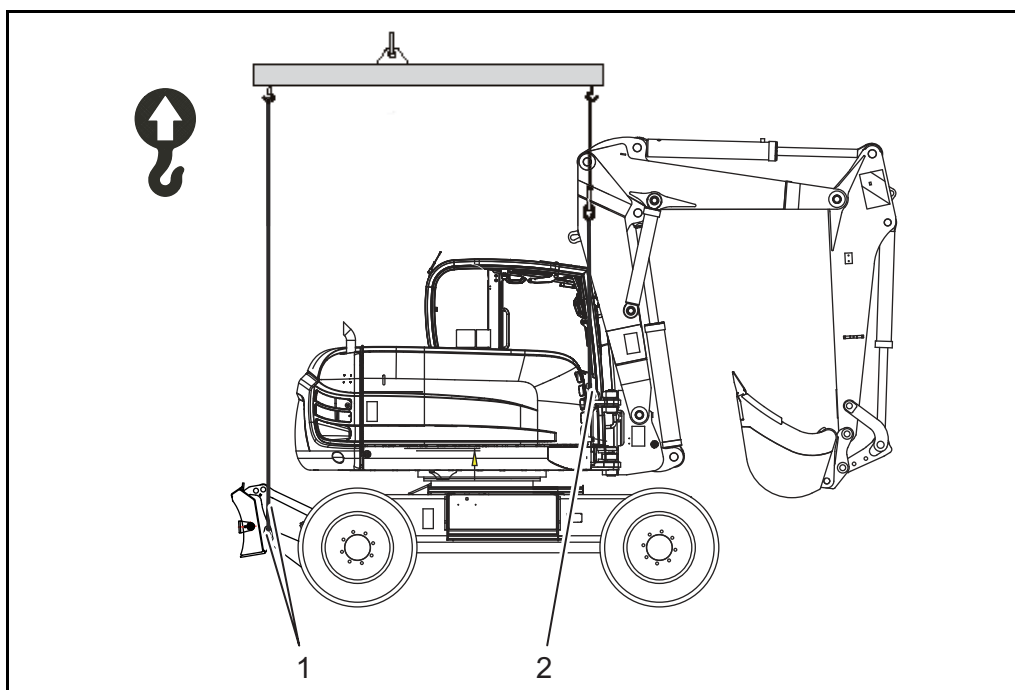

Bild 8-4 Lastning av maskinen med kran
- ◆ Kör upp utliggaren till angiven höjd (Bild 8-4).
- ◆ Fäst maskinen ordentligt i de förskrivna, markerade punkterna med ett 3-punktslyftverktyg (Bild 8-4)